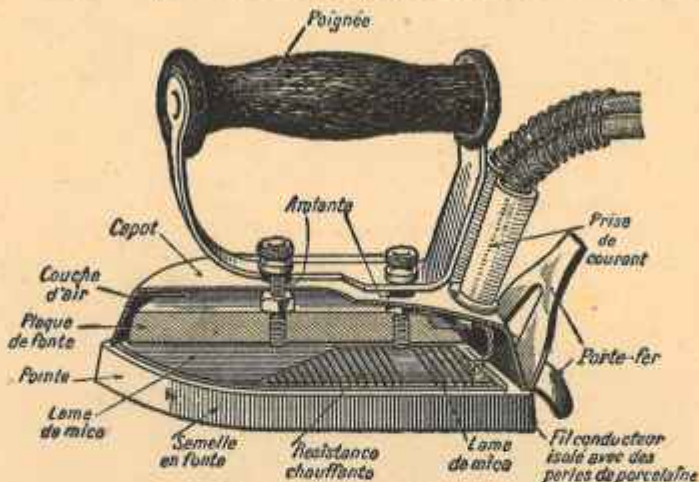

FIG. 108. — Fer à repasser électrique.
**62. Fer à repasser.** — C'est là l'ustensile électrique le plus employé dans les ménages : le modèle courant est représenté en détail par la figure 108; il consomme environ 300 watts.
rondelles d'amiante,...); certains modèles portent un repose-pouce. D'autres comportent un interrupteur automatique, qui interrompt le courant dès que le fer ne repose pas sur sa semelle. Mais, en général, on se contente de ménager un porte-fer (fig. 108), qui permet de maintenir l'appareil vertical (la pointe en l'air), dès qu'on ne s'en sert pas. Le fer est, en effet, destiné